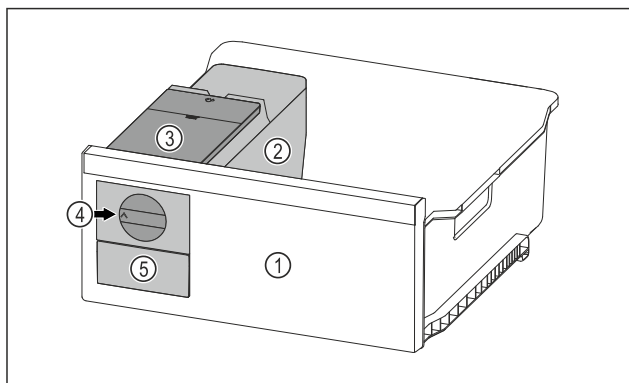

Fig. 74 Simbolična slika
- ▶ Vrtljivi gumb *Fig. 74 (4)* obrnite do konca v smeri urinih kazalcev.
- ▷ Kocke ledu iz posode za ledene kocke padajo v predal za ledene kocke *Fig. 74 (5)*.